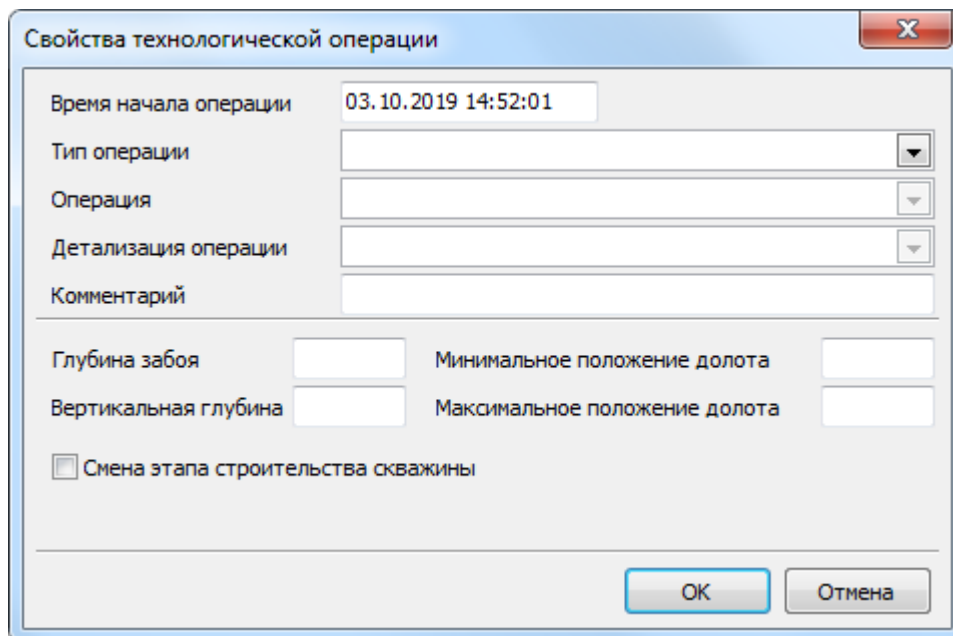

Рисунок 324. Диалог "Свойства технологической операции"
1. Откройте диалог добавления новой технологической операции (Рис. 324) одним из способов:
При редактировании технологической операции работа происходит в диалоге **"Свойства технологической операции"** (Рис. 324).
2. В появившемся диалоге, аналогичном диалогу при добавлении технологической операции (Рис. 324), измените необходимые данные.